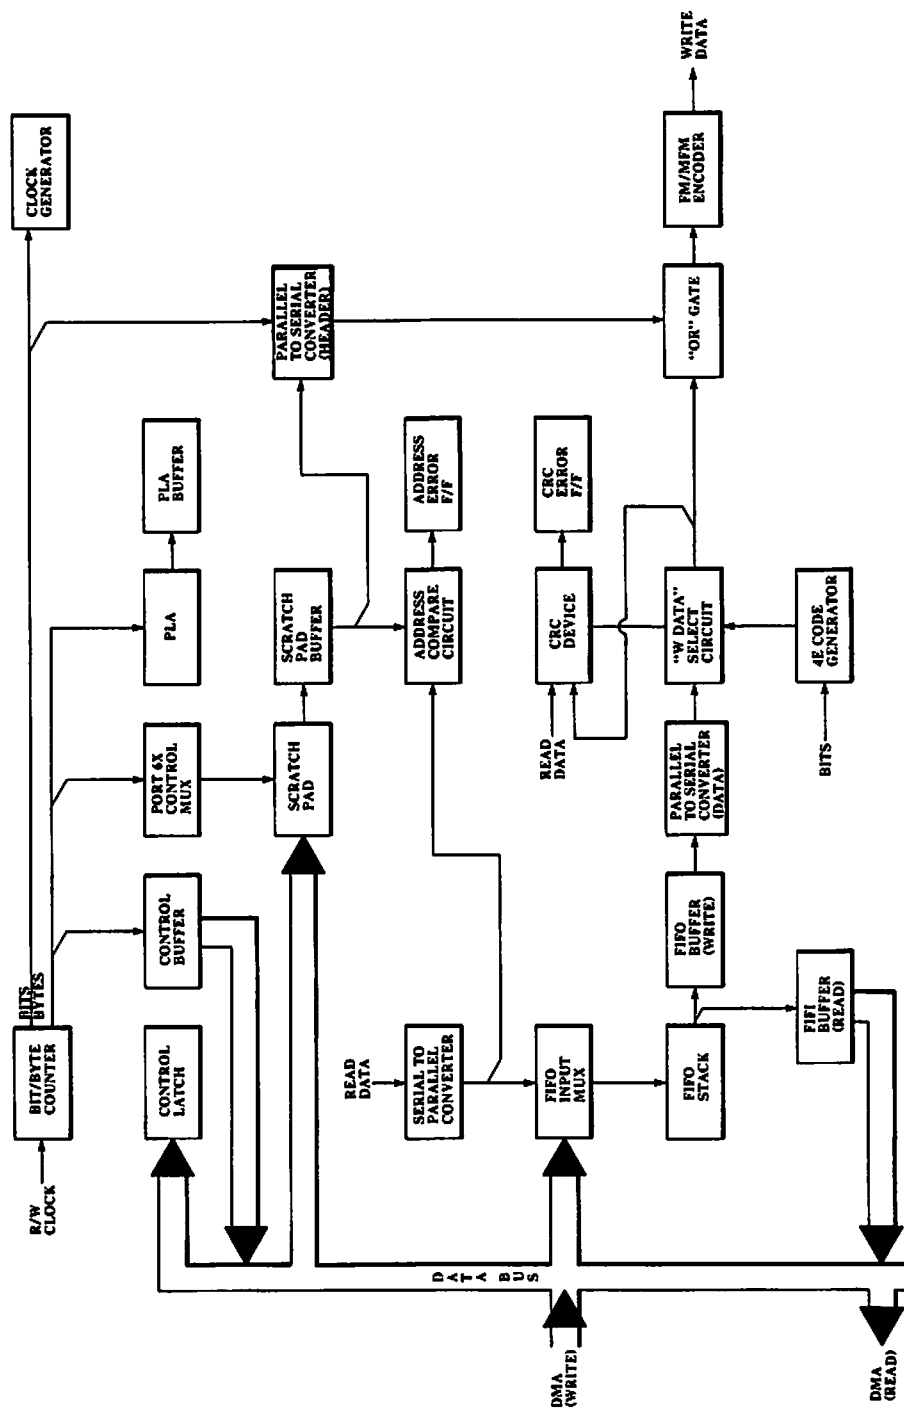

FIGURE 5-5 DISK CONTROLLER BLOCK DIAGRAM
5.5.3 DISK CONTROLLER (ref: FIGURE 5-5)